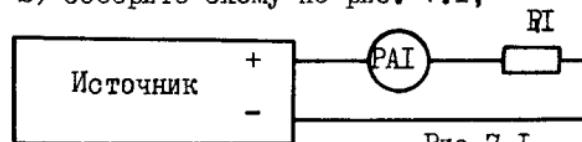

Рис.7.1
2) соберите схему по рис. 7.1;
4) нагруженный резистор RI по рис. 7.1. изымите из схемы, амперметр подключите непосредственно к гнездам "+" и "-" источника;